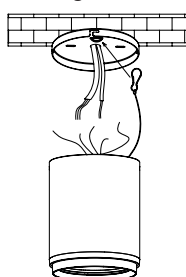

Figure 4
STEP 4: Refer to wiring diagram, and make connections. See Figure 4.
ÉTAPE 4: Reportez-vous au schéma de câblage et effectuez les branchements. Voir la Figure 4.